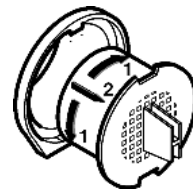

Fig. 24
- Ruotare il filtro a carboni attivi di 90° a destra o a sinistra Fig. 24 (1).
- Estrarre il filtro a carboni attivi Fig. 24 (2).
- Ruotare il nuovo filtro a carboni attivi di 90° verso destra o sinistra Fig. 24 (1), fino all'innesto.